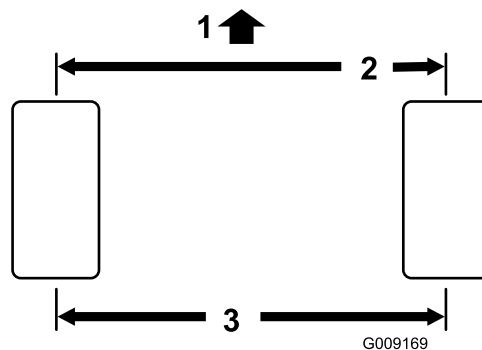

图 75
2. 测量前、后转向轮胎中心到中心轮轴高度的距离 (图 75)。